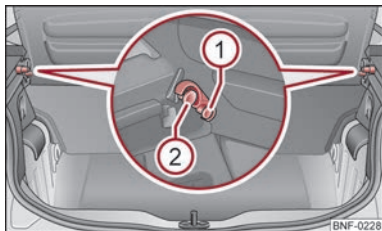

Fig. 39 Afmontering/montering af bagagerumsafdækning
- Løft bagagerumsafdækningen, og tryk den ind i holderne i siden ① ⇒ Fig. 39 for at klappe den op.